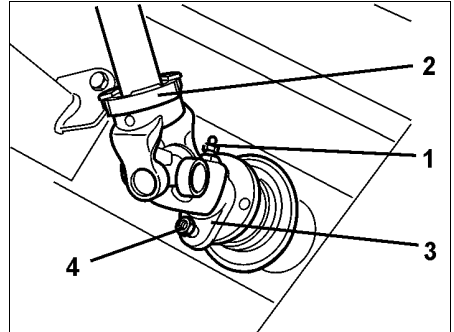

Fig. 26
- Schmiernippel (Fig. 26/1) lösen und Gelenkwelle (Fig. 26/2) aufstecken.
- Anschlussgabel (Fig. 26/3) mit Abscherschraube (Fig. 26/4) befestigen.
- Schmiernippel (Fig. 26/1) eindrehen.
- Schutzhälfte (Fig. 26/1) aufschieben und Schutztrichter (Fig. 26/2) in Montageposition drehen.